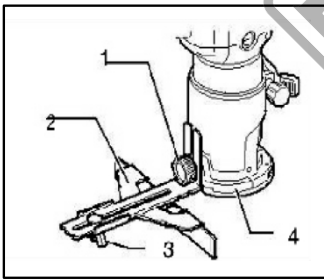

Fig. 14
2. Fixer le guide droit à l'aide de la vis de serrage (A). (Fig. 14)